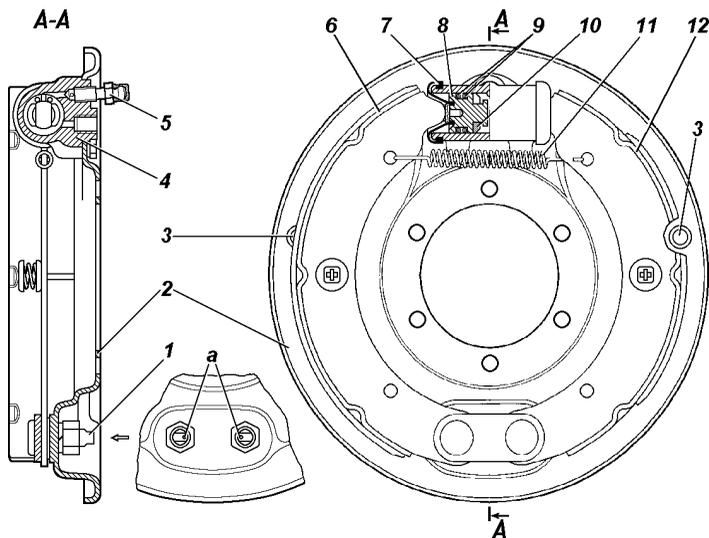

Рис. 9.33. Тормоз заднего колеса:
**Барabanные тормозные механизмы задних колес** (рис. 9.33). Периодически снимайте тормозные барабаны и очищайте детали тормозов от пыли и грязи. Периодичность этой операции зависит от условий эксплуатации автомобиля. В летнее время и при езде по грязным дорогам чистка должна проводиться чаще, зимой - реже.